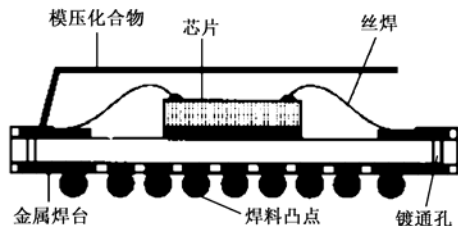
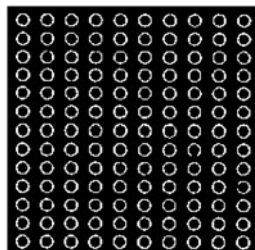

图 2-2-10 BGA 封装结构图
图 2-2-11 BGA 封装引脚分布图
(4) 球栅阵列封装 (BGA)。随着集成电路功能不断增加, 集成电路的引脚也不断增多, 但手机对集成电路封装尺寸的小型化要求越来越高, 再采用 QFP 封装, 显然无法解决封装尺寸小型化与引脚增多的矛盾。为了解决这一工艺难题, BGA 已成为取代 QFP 的大规模集成电路封装形式。BGA 封装的引脚不是分布在集成电路的四边, 而是分布在集成电路的下底面。如图 2-2-10 所示为 BGA 封装的结构图, 其封装底部的引脚分布如图 2-2-11 所示。